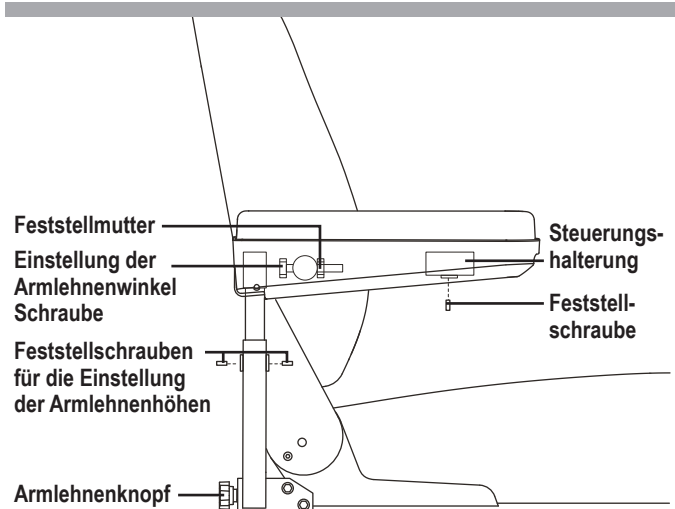

Bild 16. Einstellung der Rücken/Armlehnen
1. Finden Sie die beiden Knöpfe an den Seiten der Halterung des Armlehnengriffstücks. **Siehe Bild 16.**
1. Heben Sie die Armlehne so, dass Sie senkrecht aufsteht. **Siehe Bild 16.**
1. Lockern Sie die beiden Feststellschrauben, die sich auf dem Griffstück der Armlehnen befinden. **Siehe Bild 16.**
2. Lockern Sie die Feststellschraube an der Steuerungshalterung. **Siehe Bild 16.**